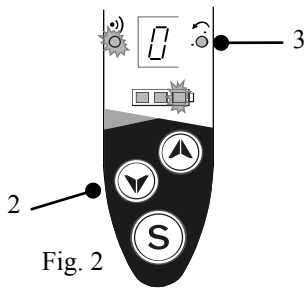

Fig. 2
- 2 - Appuyer 1 seconde environ sur la touche " - " pour désactiver le retour automatique. (Fig. 2)
- 2 - Press the " - " button approximately 1 second to deactivate the automatic return. (Fig. 2)
- 2 - Presionar durante 1 segundo aproximadamente el botón " - " para desactivar el retorno automático (Fig. 2).
- 2 - Per disattivare il ritorno automatico premere il tasto "-" per circa 1 secondo. (Fig. 2)
- 2 - Apertar cerca de 1 segundo a tecla " - " para desativar o retorno automático, (Fig. 2)
- 2 – W celu wyłączenia autorewersu (Rys. 2) należy nacisnąć przez ok. 1 sekundę przycisk „-”.
- 4 – W celu wyłączenia autorewersu (Rys. 2) należy nacisnąć przez ok. 1 sekundę przycisk „+”.
- 2 - Etwa 1 s auf die Taste „-“ drücken, um die automatische Rückkehr zu deaktivieren. (Abb. 2)
- 2 - Tryck 1 sekund på knappen " - " för att inaktivera återgång till automatiskt vridmoment. (fig. 2)
- 2 - Druk ongeveer 1 seconde op de knop " - " om de automatische terugloop uit te schakelen. (Fig. 2)